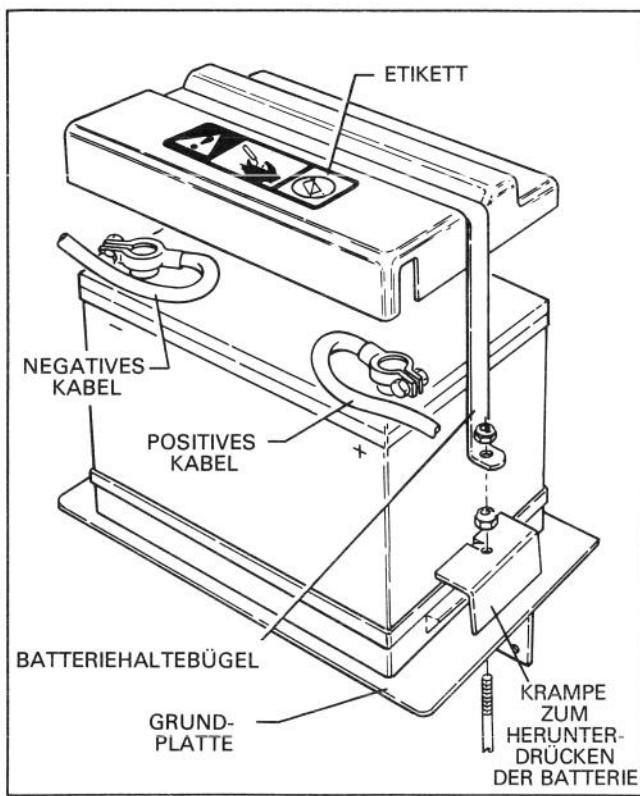

Abb. 21
40. Die Batterie auf die Grundplatte der Schneefräse stellen. Die Batterieständer müssen nach außen gestellt sein, nicht in Richtung auf den Kraftstofftank (Abb. 21).
41. Das schwarze (negative) Batteriekabel am negativen (-) Batterieständer befestigen. Das Kabel wie in Abb. 21 gezeigt führen, so daß die Batterieabdeckung über die Kabel paßt. Die Kabelklemme festziehen.
42. Das rote (positive) Batteriekabel an den positiven (+) Batterieständer, wie in Abb. 21 gezeigt, befestigen. Die Kabelklemme festziehen.
43. Die Abdeckung oben auf der Batterie anbringen. Die Batterie an der Grundplatte befestigen. Die Batterie mit Kopfschrauben, Klemmen und Muttern, die die Batterie halten, fest anbringen. Wie in Abb. 21 gezeigt das Etikett auf der Batterieabdeckung anbringen.
44. Den Batteriehaltebügel auf der Batterieabdeckung anbringen und die Halterungsenden des Bügels auf die Enden der Kopfshäuben schieben (Abb. 21). Alle Teile mit (2) Muttern sichern.